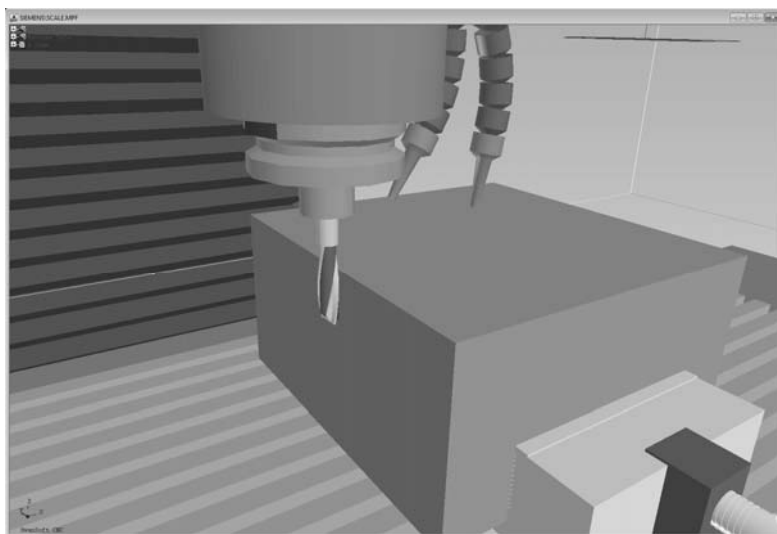

Рисунок 6.2 – Привязка инструмента по оси X
8.1 Используя клавиши «X», «Y», «Z», «+», «-», «RAPID» в режиме «JOG» переместить инструмент T1 по оси X к детали до касания (рисунок 6.2). Для ограничения скорости перемещения по осям рекомендуется уменьшить рабочую подачу с помощью корректора.